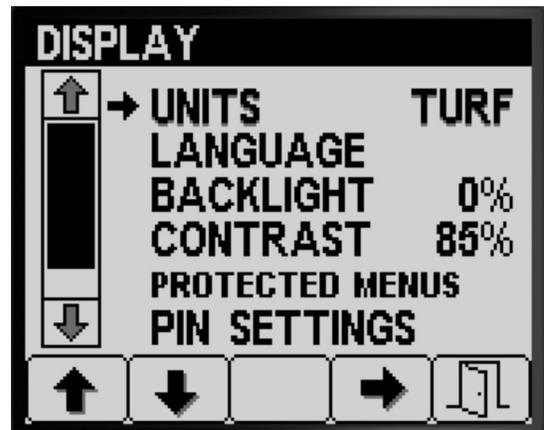

Bild 17
- Drücken Sie Taste 1 oder 2, um auf die Option ME zu navigieren (Bild 17).
- Drücken Sie die Taste 4, um zwischen ENGLISCH, GRÜNFLÄCHE und „SI“ (metrisch) zu wechseln (Bild 17).
3. Drücken Sie Taste 5, um die Einstellung zu speichern, den Bildschirm ME zu beenden und auf den Einstellungen-Bildschirm zu gehen (Bild 17).